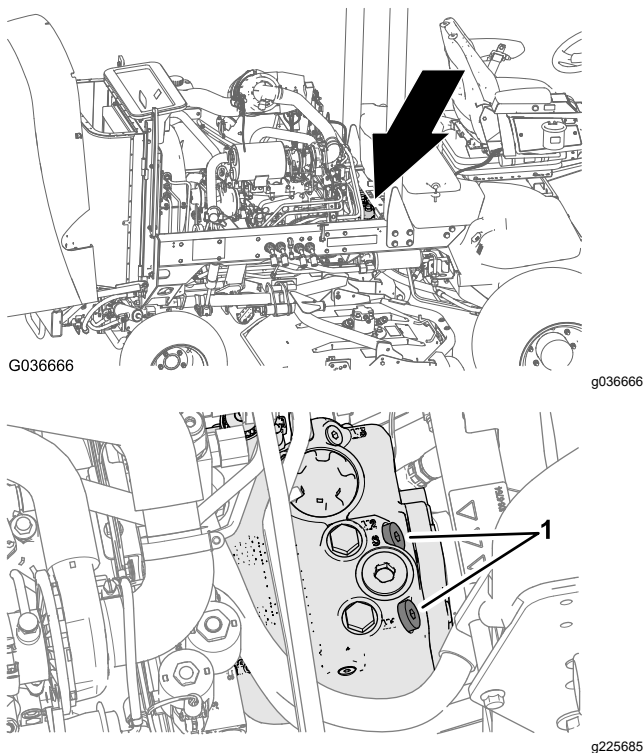

図 43
1. フードを開け、バッテリーボックスの後ろにあるポンプの上面についているリリースバルブを探し出す図 43。